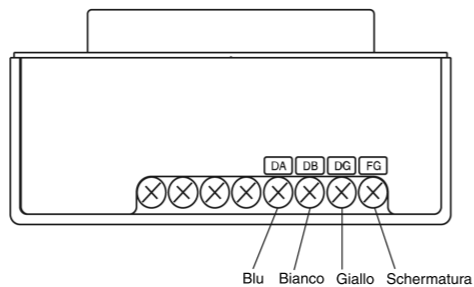

Fig.1
- Assicurarsi di collegare una linea di segnale al relativo terminale dedicato. (Fare riferimento alla Fig. 1)